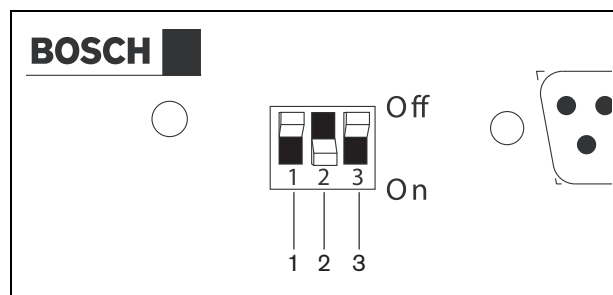

figura 5.2: Configuración de hora de verano/invierno (hora de ahorro de luz diurna)
- 1 Localice el conjunto de interruptores DIP del panel posterior (véase figura 5.2).